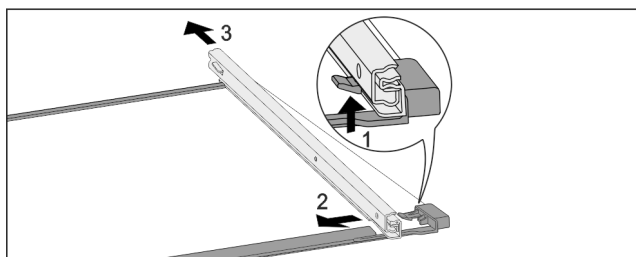

Fig. 143 Стеклопластина с направляющими
- ▶ Отожмите передний стопорный крючок вверх. Fig. 143 (1)
- ▶ Сдвиньте выдвижную направляющую в сторону Fig. 143 (2) и назад Fig. 143 (3).